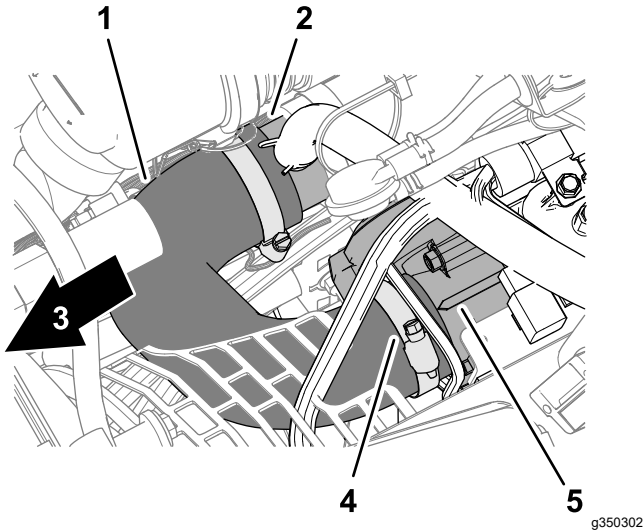

Figura 6
- Montate il flessibile del filtro dell'aria sul tubo di sfiato a T e sull'entrata del corpo farfallato (Figura 6).
- Fissate il flessibile del filtro dell'aria al tubo di sfiato e al corpo farfallato con le 2 fascette stringitubo (Figura 6) che avete rimosso in Rimozione del flessibile del filtro dell'aria \(pagina 3\).